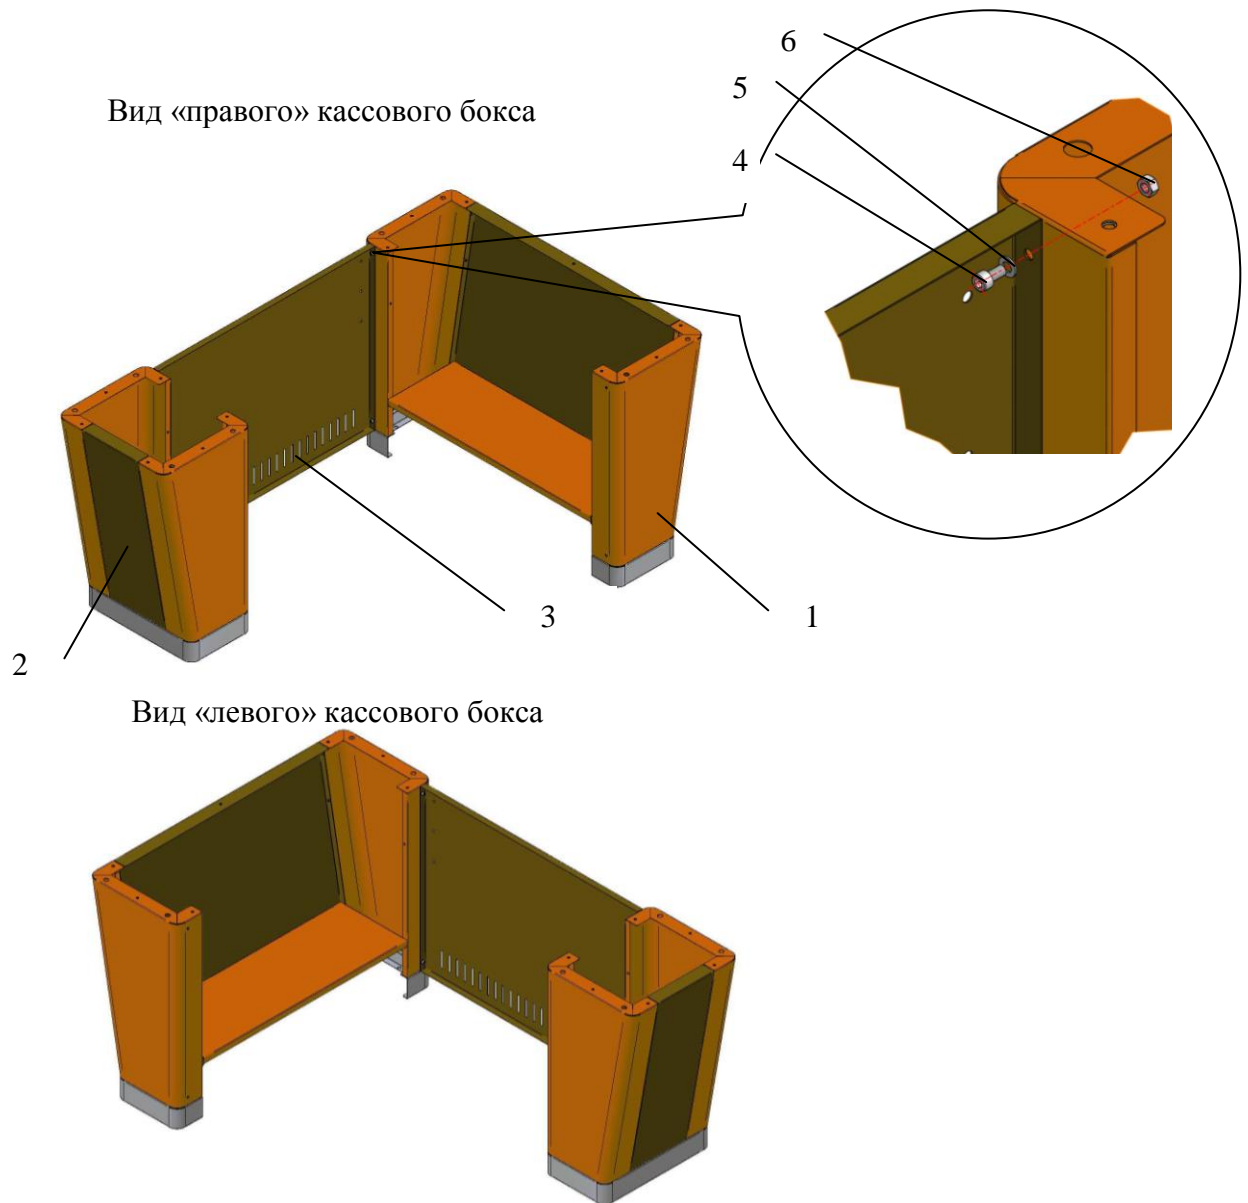

Рис. 3. Сборка нижнего основания кассового бокса.
1. Установите тумбы на полу и закрепите между ними лицевую панель (Рис. 3. Сборка нижнего основания кассового бокса.)